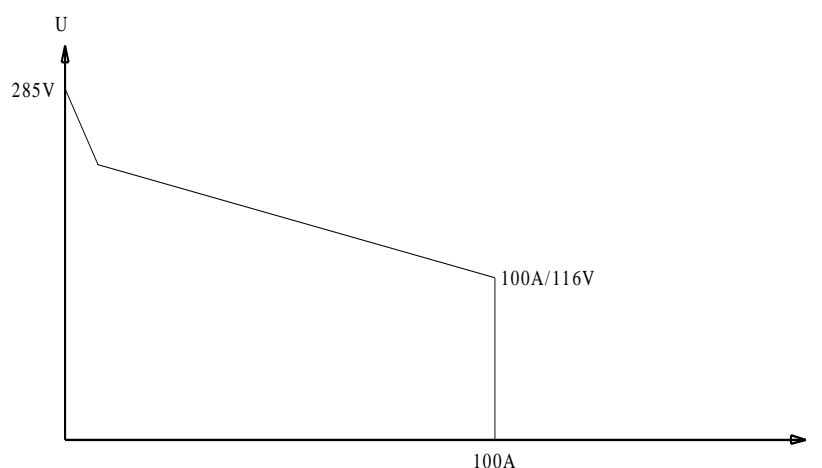

Рисунок 1. Внешние характеристики в кривых
3. Внешние характеристики аппарата в кривых (см. рис.1)